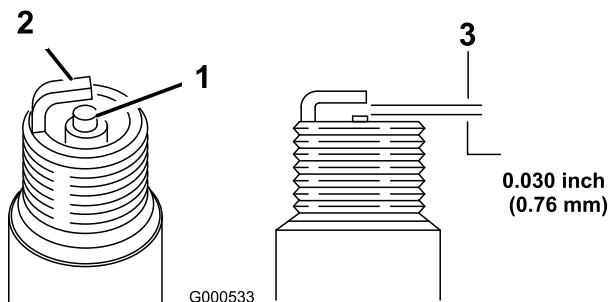

Figure 33
- Examinez le centre de la bougie (Figure 33). Si le bec de l'isolateur est recouvert d'un léger dépôt gris ou brun, le moteur fonctionne correctement. S'il est couvert d'un dépôt noir, c'est généralement signe que le filtre à air est encrassé.
- Contrôlez l'écartement entre l'électrode centrale et l'électrode latérale (Figure 33). Courbez l'électrode latérale (Figure 33) si l'écartement est incorrect.